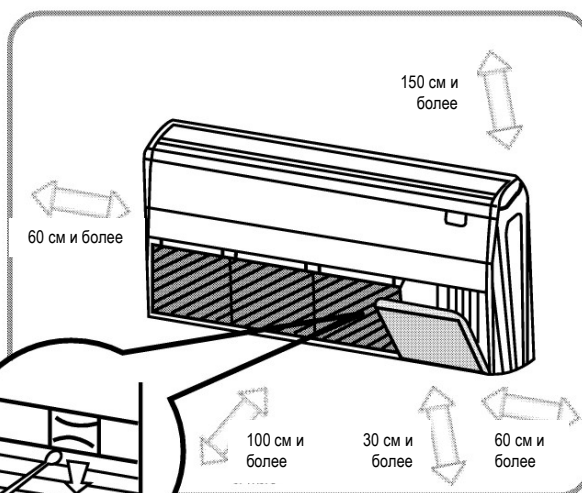

Рис. 2
- Место вокруг блока должно вентилироваться (см. рис. 2)